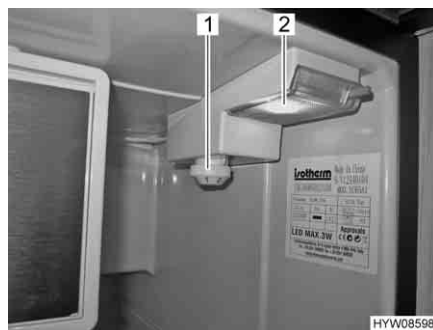

Fig. 67 Elemento di comando
- Ruotare il termoregolatore (Fig. 67,1) in senso orario dalla posizione "0" alla posizione "1". Il forno è acceso, l'illuminazione interna (Fig. 67,2) è accesa.
- Ruotare il termoregolatore (Fig. 67,1) in senso antiorario sulla posizione "0". Si deve qui superare una leggera resistenza.
- Impostare la temperatura al termoregolatore (Fig. 67,1).